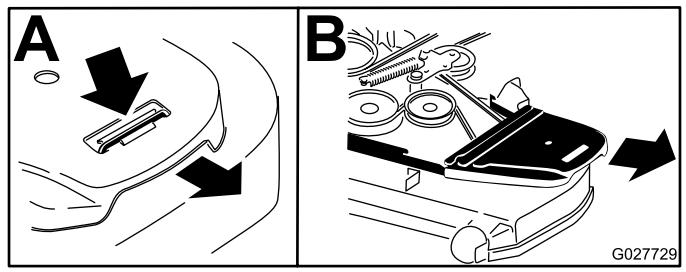

Figura 101
5. Retire a cobertura da correia de plástico (Figura 101).
4. Retire as coberturas da correia (Figura 101).